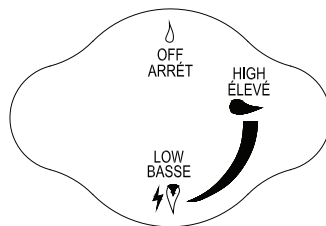

Figure 11
2. Assurez-vous que le régulateur/bouton de contrôle est à « OFF » tel qu'illustré (voir Figure 11).
4. Vérifiez visuellement les flammes du brûleur pour vous assurer que le foyer fonctionne correctement.(Figure 11).